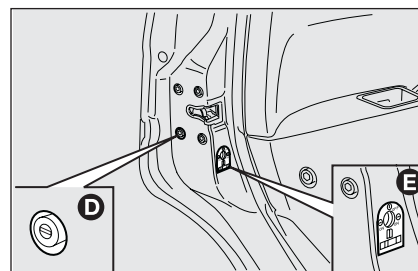

fig. 13
- ☐ inserción dispositivo **D**-fig. 13 bloqueo de apertura desde exterior de las puertas anteriores y posteriores cuando el sistema eléctrico no funciona (por ej. batería descargada);